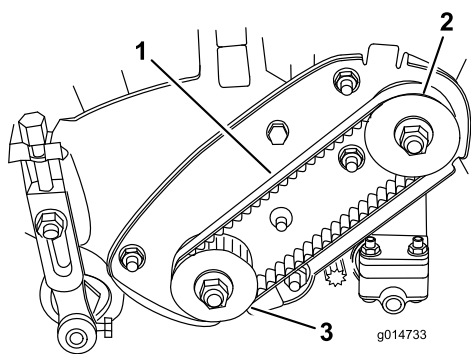

图37
- 2. 使用 $1.80 \pm 0.45\text{kg}$ 的力按压滑轮之间皮带轮（图37）中间的位置，检查皮带的张紧力。皮带应下压 4.8~7.9mm。如果下压不正确，请转至下一步。